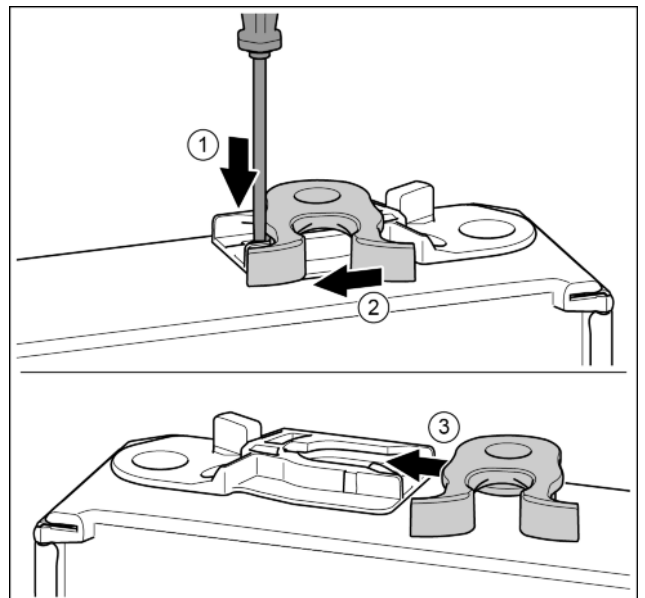

Fig. 18
- ▶ Nyomja le a fedőlemezt csavarhúzóval. *Fig. 18 (1)*
- ▶ Húzza ki a záróhorgot a vezetősínből. *Fig. 18 (2)*
- ▶ Tolja be a záróhorgot a másik oldalon lévő vezetősínbé. *Fig. 18 (3)*